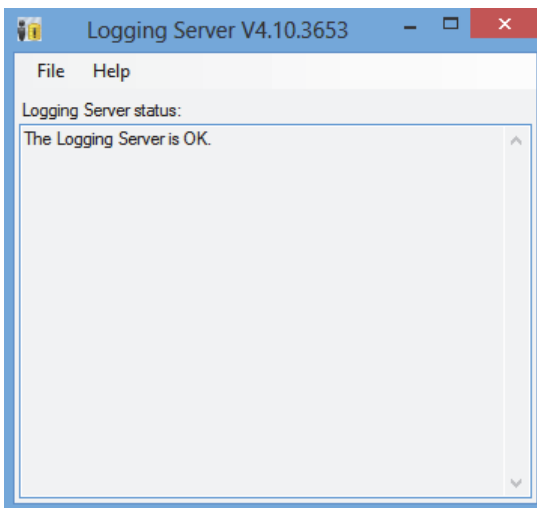

Abbildung 58.4: Hauptfenster
- 1 Doppelklicken Sie auf das Symbol *Logging Server* (siehe Abbildung 58.2). Es erscheint ein Bildschirm, der dem in Abbildung 58.4 ähnelt.